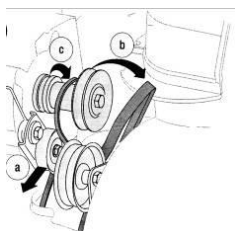

Fig. 17
- Ridicați cureaua de direcție de pe roata de transmisie a motorului. Vezi Fig. 17.